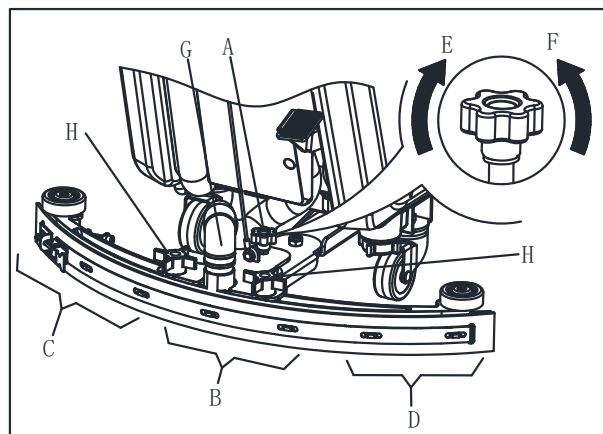

Рисунок 6
1. Установите швабру и завинтите гайку (Н), а затем подключите вакуумный шланг (G) к швабре.
2. Отрегулируйте швабру при помощи регулировочной ручки швабры (А, Рисунок 6).
- а) При наличии зазора между землей и средней части задней лопасти швабры (В), отрегулируйте ручку (А) в направлении против часовой стрелки (F), пока все секции задней лопасти швабры не будут хорошо соприкасаться с землей, передняя лопасть касается земли немного.
- б) Если есть разрыв между землей и обеими концевыми секциями задней лопасти (С и D), отрегулируйте ручку (А) в направлении по часовой стрелке (E), пока все секции задне лопасти не будут хорошо соприкасаться с землей, передняя лопасть касается земли немного.